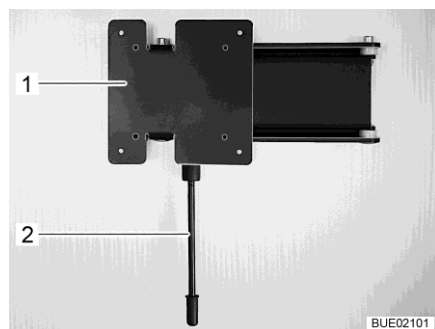

Fig. 110 Supporto a parete
- Tirare verso il basso la leva di sbloccaggio (Fig. 110,1) e ruotare il supporto (Fig. 110,2) con lo schermo piatto nella posizione desiderata.